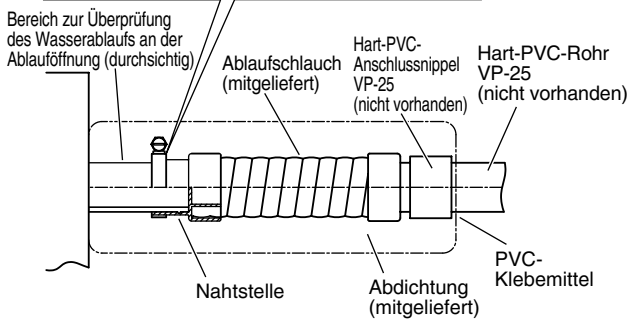

Abb. 3-63
Das Schauglas an der Ablassöffnung erlaubt eine Überprüfung des Abflaufs auf einwandfreie Funktion. (Abb. 3-63)
- Die Schlauchschellen so festziehen, dass die Sicherungsmuttern nach oben weisen. (Abb. 3-63)